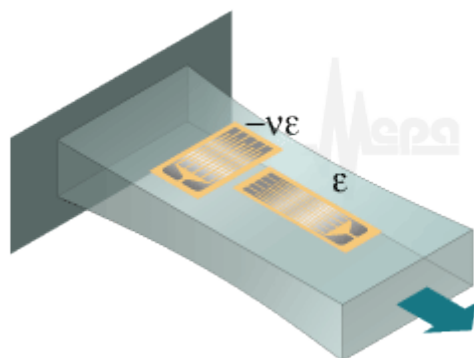

Рис. 141 - Схема наклейки активного и компенсационного ТР для измерения деформаций сжатия/растяжения.
- одноосевая деформация (растяжение/сжатие). Схема наклейки на Рис. 141;
Схема наклейки тензорезисторов для измерения деформаций растяжения/сжатия показана на Рис. 141.